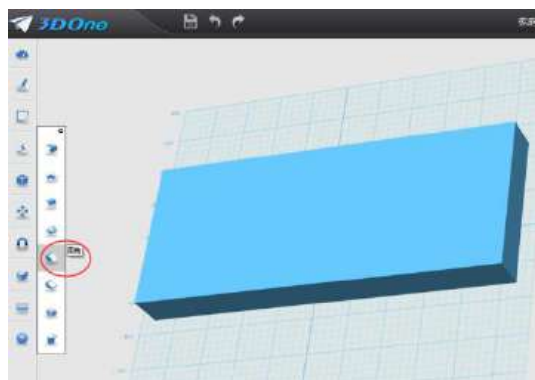
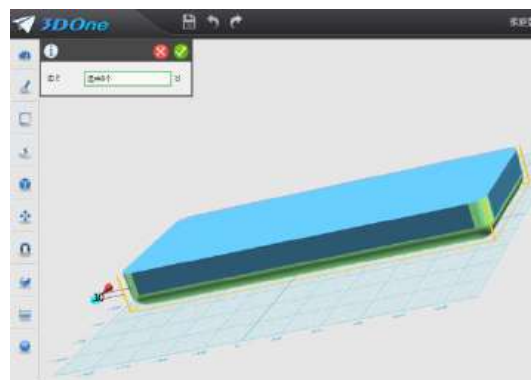

图 7-4
图 7-5
3.对长方体进行圆角：鼠标移到屏幕最左侧第四个图标“特殊造型”命令里面的“圆角”命令，如图 7-4。鼠标选中除上面四条楞外的其他 8 条楞，圆角数值：输入 10，如图 7-5。确定完成。